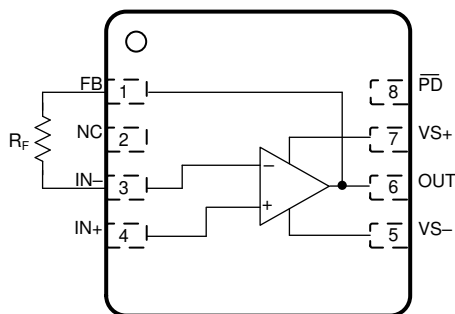

図 8-4. FB ピンと IN- ピンの間の R_F 接続
1. 帰還抵抗 (R_F) は 図 8-4、パッケージの周囲に配置するのではなく、FB ピンと IN- ピンとの間に接続できます (を参照)。